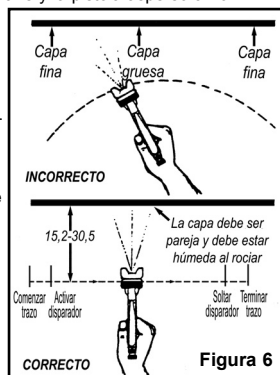

Figura 6
6. Comience a rociar. Coloque la pistola a 15-23 cm de la superficie de trabajo y, mientras mueve la pistola de lado a lado, presione el disparador para comenzar a aplicar el material. Para evitar marcas de gotas o chorreaduras, la pistola debe estar siempre en movimiento; antes, durante y después de presionar el disparador (ver Figura 6). Practique con un retazo o un cartón hasta que los resultados de la capa de prueba sean aceptables. Puede realizar lo siguiente: